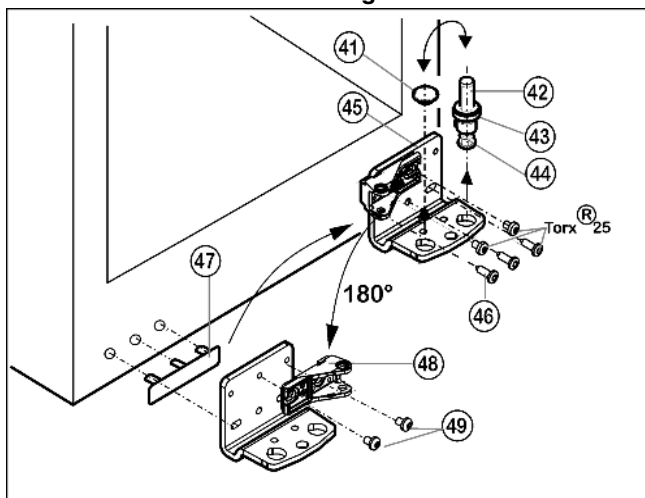

Fig. 12
- ▶ Lagerbolzen Fig. 12 (42) komplett, mit Scheibe Fig. 12 (43) und Stellfuß Fig. 12 (44), nach oben herausziehen.
- ▶ Stopfen Fig. 12 (41) abheben.
- ▶ Lagerbock Fig. 12 (45) abschrauben Fig. 12 (46).
- ▶ Lagerteil Fig. 12 (48) abschrauben und innen um 180° gedreht wieder fest anschrauben.
- ▶ Griffseitige Abdeckung Fig. 12 (47) vorsichtig abheben und auf die Gegenseite umsetzen.
- ▶ Lagerbock unten Fig. 12 (45) auf der neuen Scharnierseite ggf. mit Hilfe eines Akkuschaubers **fest (mit 4 Nm)** wieder anschrauben.
- ▶ Stopfen Fig. 12 (41) in das andere Loch wieder einsetzen.
- ▶ Lagerbolzen Fig. 12 (42) komplett, mit Scheibe und Stellfuß, wieder einsetzen. Dabei darauf achten, dass der Rastnocken nach hinten zeigt.